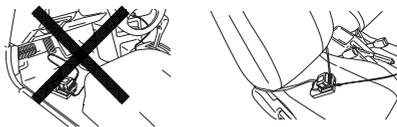

Fig. 18
- Fixați încărcătorul acumulatorului în automobil. Folosiți centura furnizată cu încărcătorul pentru a-l fixa și pentru a preveni orice mișcare accidentală. (Vedeți Fig. 18)